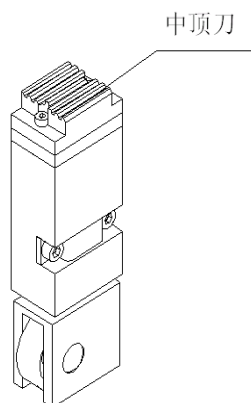

图 6-2
- f. 中顶刀固定不牢固：中顶体上中顶刀固定不牢固产生位移，而与另一刀板紧紧靠在一起，复位不能到位，引起“T”导板不能复位，带头无导板导向而乱窜而导致送带不到位。所以中顶刀经调整或拆装后应固定牢固（见图 6-2）。